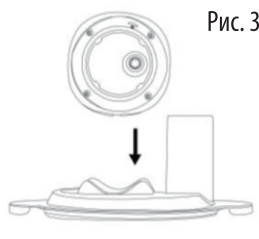

Рис. 3
2. Добавьте 8-24 яйца и, при необходимости, отделите желток с помощью ложки для отделения белка и добавьте необходимое количество сахара. Накройте чашу крышкой и выровняйте её положение. Совместите положение ротора из нержавеющей стали на основании двигателя с положением вала ножа и установите его на крышку, убедившись, что он полностью установлен и надёжно закреплён (Рис. 3).